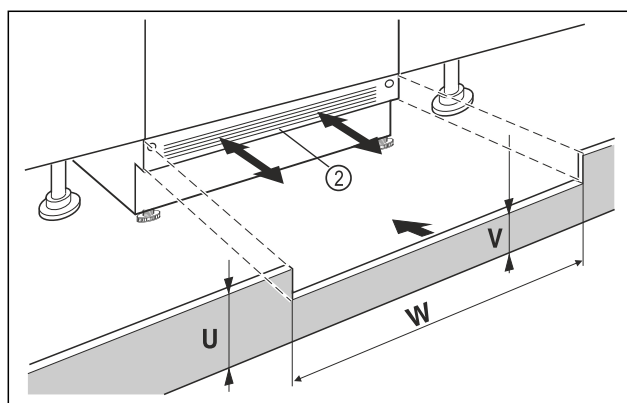

Fig. 12 Przykładowa prezentacja
- Założyć listwę maskującą cokół urządzenia Fig. 12 (2), ale jeszcze nie mocować.
- Przy widocznej listwie maskującej cokół Fig. 12 (2) pociągnąć ją przodu, tak by przednia krawędź kratki wentylacyjnej oraz listwy maskującej cokół tworzyły jedną płaszczyznę.
- Przy zakrytej listwie maskującej cokół Fig. 12 (2), przesunąć listwę całkowicie do tyłu.
- Zwrócić uwagę na to, by kratki wentylacyjne były odśrodkowane: W razie potrzeby wysokość listwy maskującej cokół Fig. 12 (U) można dopasować!
- Na całej szerokości wnęki Fig. 12 (W) należy dopasować wysokość podstawy Fig. 12 (V) pod listwą maskującą cokół urządzenia Fig. 12 (2).